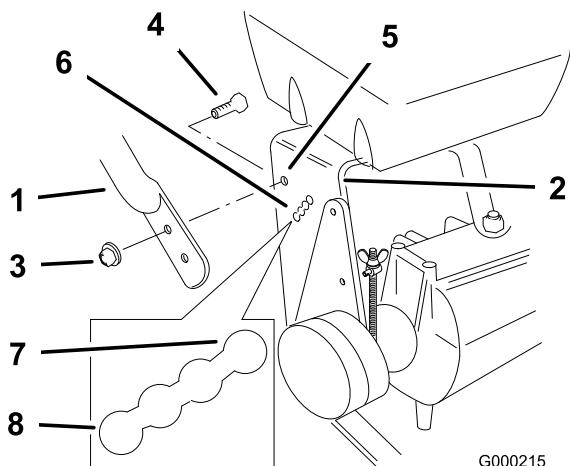

Figura 18
2. Afloje los pernos con arandela prensada superiores ($3/8 \times 1$ pulgada) y la tuerca con arandela prensada que fijan el manillar al bastidor trasero (Figura 18).
3. Retire los pernos con arandela prensada inferiores &Bolt3_8x1 y las tuercas con arandela prensada que fijan el manillar al bastidor trasero (Figura 18).